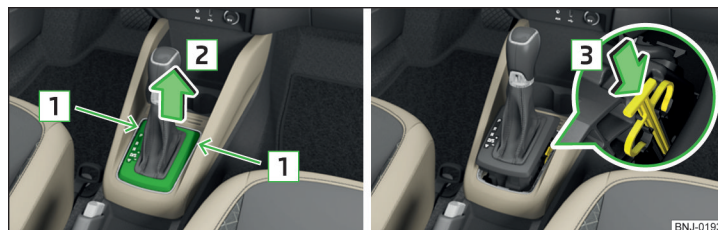

Fig. 196 Sbloccaggio d'emergenza della leva selettoria
- › Inserire un cacciavite a taglio sottile o un attrezzo simile nella fessura nella direzione indicata dalla freccia **1** » fig. 196 e sollevare leggermente la copertura in direzione della freccia **2**.